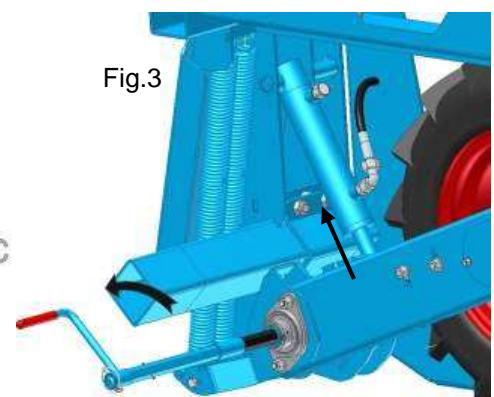

Fig.3
- één enkele klep open voor een gehalveerd debiet (zie fig. 3).
- IV...Faire 50 tours de roue (1 tour/1s), ou 100 m, puis peser l'engrais récupéré (voir fig.3).
- IV...Maak 50 wielslagen (1 slag/1s), of rijd 100 m, en weeg dan de opgevangen kunstmest (zie fig. 3).